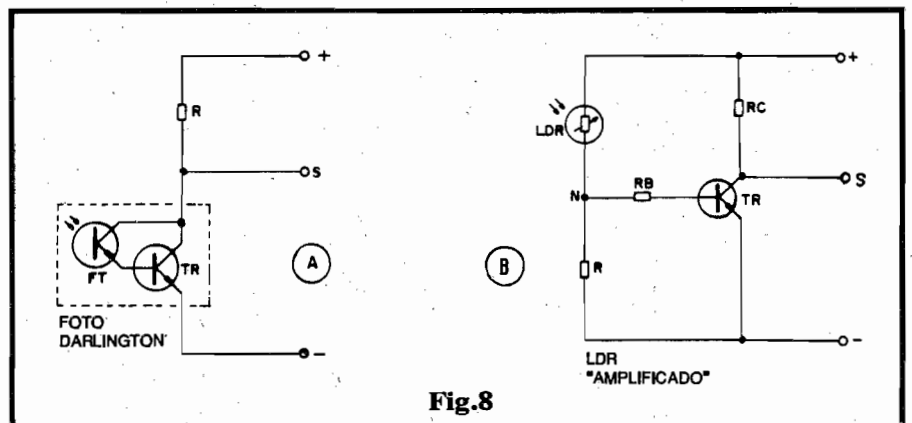
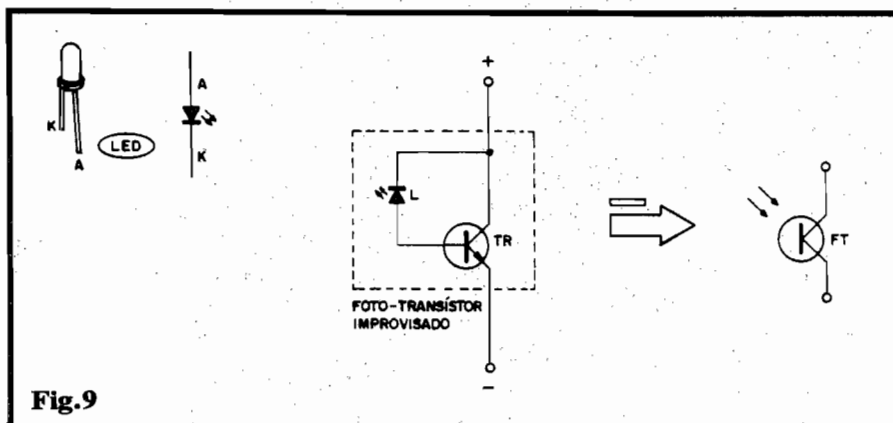

Fig. 8
Fig. 9
- **FIG. 8 - "QUERENDO MAIS" DOS FOTO-SENSORES** - Nas figuras e exemplos anteriores, vimos - em termos simples e diretos - como funcionam os foto-sensores mais comuns, e como "extrair" deles o sinal elétrico correspondente à sua "visão" da luminosidade que os atinge... Em muitas circunstâncias circuitais, contudo, o nível, a excursão ou a intensidade dos sinais já "eletricamente traduzidos", não se mostra suficiente para as aplicações
- FIG. 9 - "FAZENDO" UM FOTO-TRANSÍSTOR - Quando falamos que **toda** junção semicondutora é - de algum modo - foto-sensível, estávamos "dando a pista" para uma série de possibilidades, além de oferecer uma explicação básica ao próprio fenômeno que "regulamenta" a moderna optoeletrônica... Na verdade, qualquer forma de Energia, externamente aplicada a uma junção P-N (também **qualquer...**), modifica momentaneamente a própria estrutura elétrica da dita junção, alterando a disponibilidade de "buracos" ou de "elétrons livres" (os "velhos" **portadores de carga**, nas junções semicondutoras...). Essa Energia externa pode ser imposta "eletricamente" (como ocorre na mera polarização ou apresentação dos sinais convencionais à **base** de um transístor comum...), ou mesmo na forma de calor ou de luz! Sob qualquer desses estímulos energéticos, a "barreira de junção" se modifica, alterando nitidamente as "facilidades" (ou "dificuldades"...), momentâneas à passagem da Corrente... O único requisito, portanto, para fazer qualquer junção semicondutora agir como "tradutora" de manifestações energéticas, é possibilitar o **acesso** dessa energia externa à dita junção! Um LED (Diodo Emissor de Luz), pela sua própria estrutura e construção é - obviamente - "permeável" à LUZ (que deve ter facilidade para dele "sair"...). Essa permeabilidade pode - na prática - ser usada em sentido inverso, ou seja: a luminosidade externa também pode "entrar" num LED através do seu encapsulamento acrílico, translúcido ou transparente! Dessa forma, com o simples arranjo mostrado no esqueminha central da fig. 9, podemos "fazer" um razoável foto-transístor... Observem que o LED (de preferência nas cores amarela ou âmbar, que dão melhores resultados nesse "truque"...), deve ficar, no percurso **coletor/base** de um transís-
tor bipolar comum, de alto ganho, disposto em polarização inversa... Nessa condição o LED age, basicamente, como um diodo comum, praticamente vedando a passagem de qualquer Corrente "medível", à base de TR... Se, entretanto, forte luminosidade atingir o LED, um sensível aumento na sua Corrente de "fuga inversa", ocorre, com o que TR passa a receber "alguma" polarização de base, cujo resultado (após o processamento pelo ganho do dito transistor...) é uma também nítida (ainda que pequena...) modificação na sua Tensão de coletor! Nada mais, nada menos que... um FOTO-TRANSISTOR, "feito" com um LED e um transistor comum...! O arranjo, simples e barato (frequentemente de custo menor do que o apresentado por um foto-transistor "mesmo"...), pode ser utilizado, na prática, em inúmeros circuitos ou aplicações simples... Notem que nada impede a realização de um "reforço" nas manifestações, simplesmente usando a configuração Darlington sugerida na fig. 8-A, adaptando-a ao arranjo mostrado na fig. 9! Basta considerar o conjunto LED/TR como se fosse um mero foto-transistor, e anexar outro transistor bipolar, estruturando um foto-Darlington, tão "usável" quanto qualquer outro foto-sensor...!